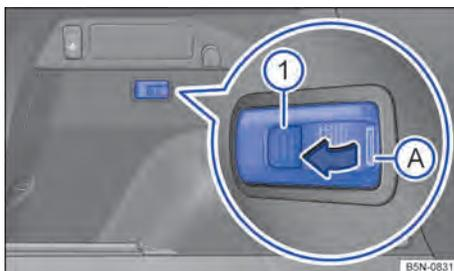

Fig. 186 À esquerda do compartimento de bagagem: lanterna removível.
- Pegar a lanterna removível na área → Fig. 186 A.
- Para ligar, pressionar o botão → Fig. 186 . A lanterna acende com toda potência de iluminação.
- Dependendo da versão, pressionar o botão → Fig. 186  novamente para regular em 50 % da potência de iluminação.
- Pressionar o botão → Fig. 186  novamente para desligar a lanterna removível.
Desligar a lanterna removível e pressionar para dentro do suporte no sentido oposto ao da seta → Fig. 186.
- Alavancar a tampa da bateria recarregável com um objeto adequado por baixo da área → Fig. 186 .